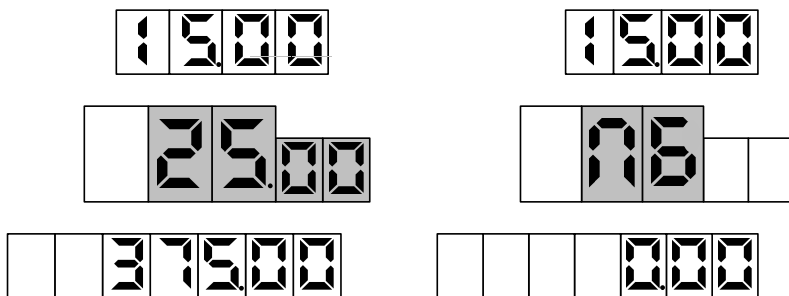

Рисунок 1
7.3 В начале новой заправки, когда колонка готова к отпуску топлива, в средней строке устройства мигающими символами отображается заданная доза, а в случае отпуска "до полного бака" – символы "ПБ" (рисунок 1). Это дает клиенту удобный способ определить, когда можно начать заправку, а также убедиться, что задано именно то количество топлива, которое он заказывал. После пуска колонки в этой строке отображается отпущенная на текущий момент доза.